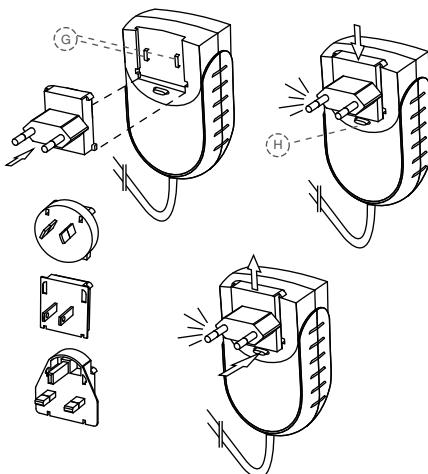

Fig. 4 Încărcător de rețea și adaptor
1. Alegeti adaptorul de ștecar potrivit pentru alimentarea dvs. electrică (vezi fig. 4).
2. Puneti adaptorul de ștecar corespunzător pe cele două contacte (fig. 4, G) ale încărcătorului de rețea și apăsați în sensul tastei de blocare (fig. 4, H) până ce se închidetează. Pentru schimbarea adaptorului, trebuie să apăsați tastă de blocare.